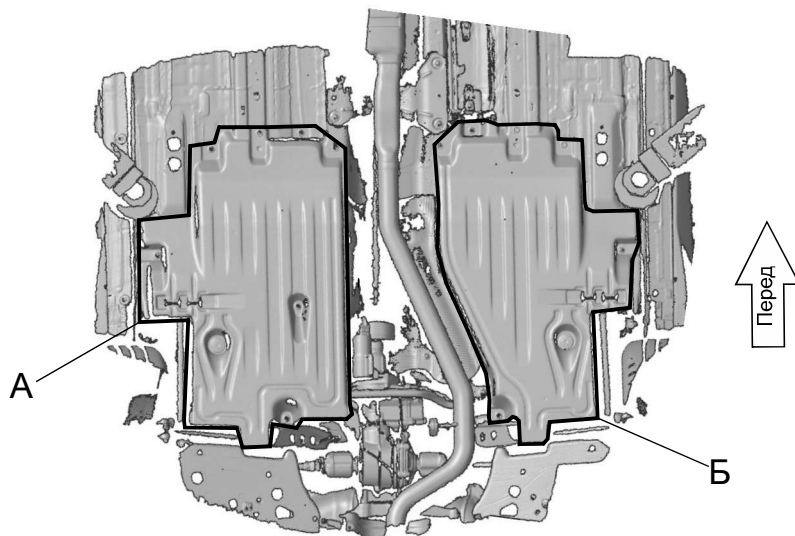

Рис. 2
1. Демонтировать штатные пыльники топливных баков (А, Б) (Рис.2).